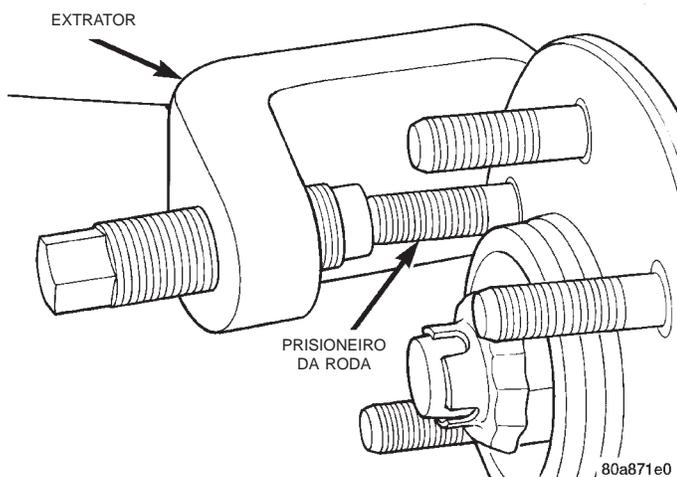

Fig. 11 Remoção do Prisioneiro da Roda
(4) Remova o prisioneiro do cubo com o Extrator C-4150A (Fig. 11).